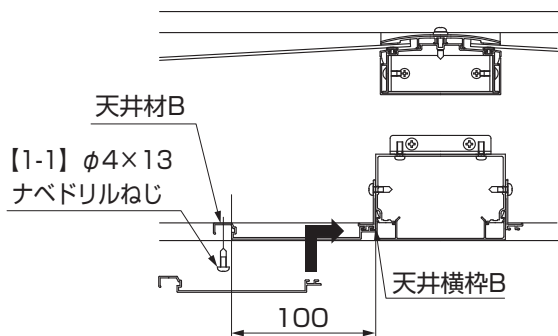

図4-37 天井材Bの取付け
②天井材Bを天井横枠Bに差込み(P.21 図4-37参照)図の寸法を確認の上、天井縦枠、天井吊部材に【1-1】で取付けてください。
●P.21 図4-37参照の寸法からはずれていると天井材Cが取付かない場合があります。必ず※1の複数箇所寸法の確認を行なってください。